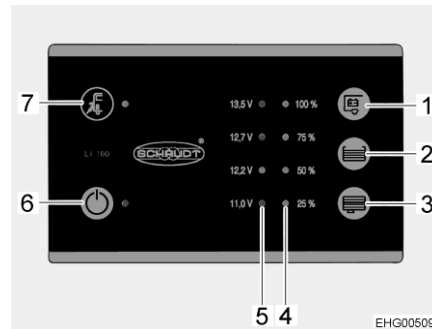

Fig. 85 Pannello di controllo (LT 100)
Il LED giallo accanto al simbolo del collegamento a rete "⚡" (Fig. 85,7) si accende, quando il veicolo è collegato a un'alimentazione di rete esterna. Il LED si accende anche se il pannello di controllo è spento.
L'interruttore principale a 12 V (Fig. 85,6) inserisce o disinserisce il pannello di controllo e l'alimentazione a 12 V dell'abitacolo.
- Premere l'interruttore "⏻" (Fig. 85,6): L'alimentazione a 12 V dell'abitacolo è inserita. Il LED diventa verde.
- Premere di nuovo l'interruttore "⏻" (Fig. 85,6): L'alimentazione a 12 V dell'abitacolo è disinserita. Il LED si spegne.
La scala LED (Fig. 85,5) indica la tensione della batteria dell'abitacolo nel modo seguente:
- Premere il tasto "E" (Fig. 85,1): Viene indicata la tensione della batteria dell'abitacolo.
La scala LED (Fig. 85,4) indica il livello del serbatoio dell'acqua potabile o del serbatoio delle acque grigie.
Premere il tasto "☰" (Fig. 85,2): Il livello di riempimento del serbatoio dell'acqua potabile è indicato dai LED accesi.
Premere il tasto "☰" (Fig. 85,3): Il livello di riempimento del serbatoio delle acque grigie è indicato dai LED accesi.